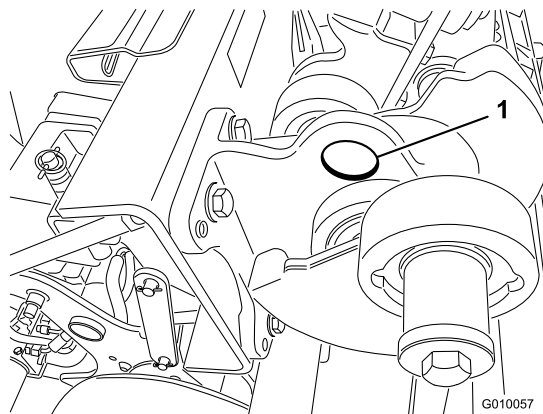

Рисунок 39
**Примечание:** По возможности используйте для подъема задней части машины подъемное устройство. В качестве точек подъема используйте проушины в корпусах подшипников вала азатора (Рисунок 39).